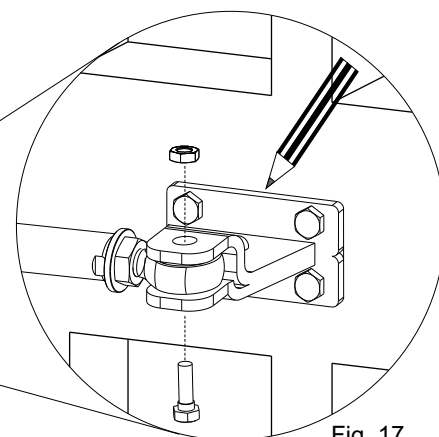

Fig. 17
- 3) Fixer l'étrier sur la fixation antérieure (Fig. 17).